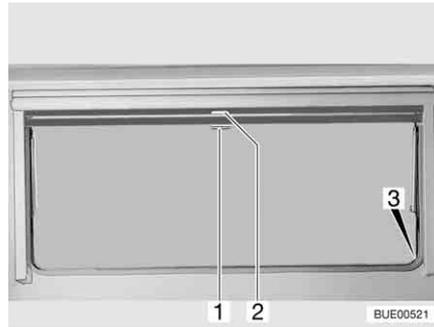

Fig. 106 Ventana abatible
- Tirar del asidero (Fig. 106,2) de la persiana oscurecedora enrollable hacia abajo. Cuando la persiana oscurecedora enrollable se cierre por completo, encajarla en el bloqueo (Fig. 106,3) a ambos lados del marco de la ventana.
- Cuando la persiana oscurecedora enrollable está completamente cerrada: Presionar el tirador (Fig. 106,2) hacia abajo y tirarlo ligeramente hacia dentro. Desenganchar la persiana oscurecedora enrollable de los bloques a izquierda y derecha del marco de la ventana.
- Cuando la persiana oscurecedora enrollable se encuentre en una posición intermedia: Tirar ligeramente del asidero (Fig. 106,2) hacia abajo, hasta que se hay soltado el bloqueo.
- Tirar hacia abajo de la mosquitera enrollable (Fig. 106,1) y engancharla en el bloqueo (Fig. 106,3) a ambos lados del marco de la ventana.
- Presionar el tirador (Fig. 106,1) hacia abajo y tirarlo ligeramente hacia dentro. Desenganchar la mosquitera enrollable de los bloques a izquierda y derecha del marco de la ventana.